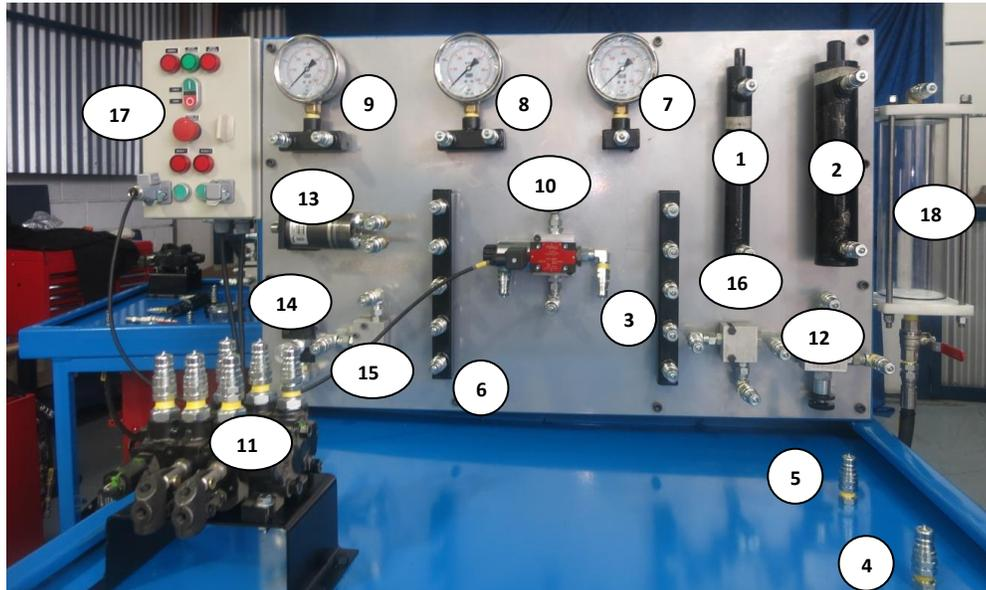

FIGURA 1
A.- Control de un cilindro actuador de doble efecto de 25mm, con una válvula de control direccional 4/2. (VER FIGURA 1).
a) Complete el siguiente diagrama ubicando las líneas hidráulicas de manera que la válvula 4/2 (10) , controle al cilindro actuador de 25mm (1).
1. Conectar una manguera desde el acople rápido (4) al Múltiple de presión (6).
2. Conectar una manguera desde el múltiple (6) al Manómetro (7).